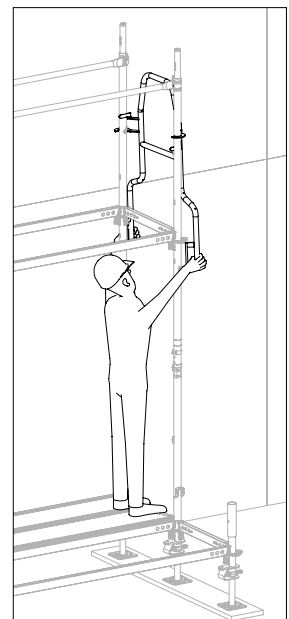

Abb. A3.05a
- Das vorlaufende Stirngeländer wird als systemintegrierter Stirnseitenschutz fortlaufend, aus gesicherter Position, für die nächste Lage montiert. (Abb. A3.05a) Es kann verbleiben oder durch Stirngeländer EPF ausgetauscht werden.